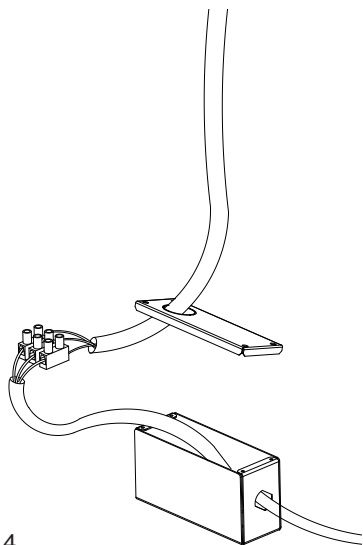

fig. 14
**ATTENTION:** Assurez-vous que l'alimentation est coupée. Effectuez le raccordement électrique (voir Fig. 14). Veillez à ce que les volets en plastiques de la sortie des fumées se bougent librement et qu'ils ne sont pas bloqués ou coincés.